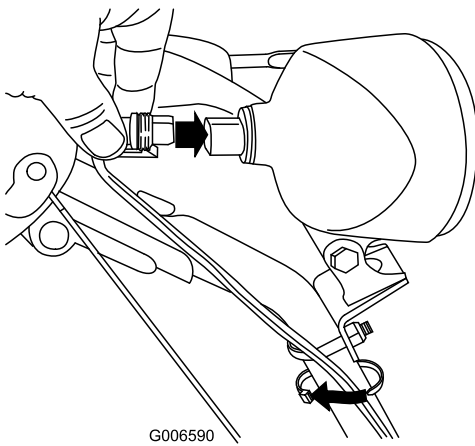

Bild 57
6. Setzen Sie den Kabelanschluss hinten am Scheinwerfer gerade ein, bis er fest sitzt (Bild 57).